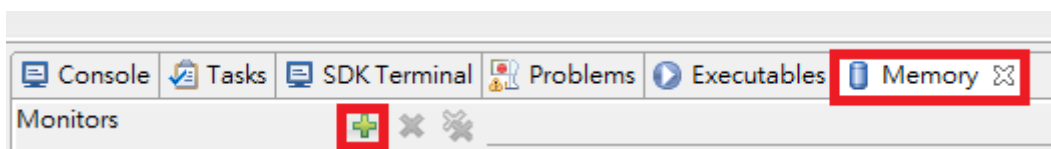

Figure 22
3.11 新增 Memory 監測視窗如 Figure 22